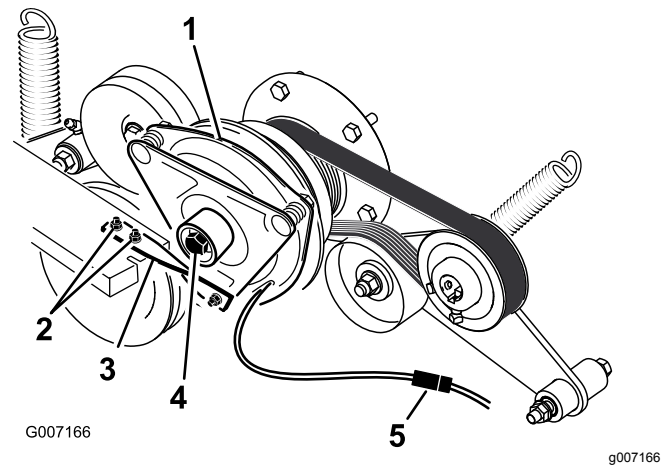

Figure 69
6. Débranchez la connexion électrique de l'embrayage (Figure 69).
7. Enlevez les 2 boulons qui fixent la barrette d'embrayage en caoutchouc au cadre du tablier de coupe (Figure 69).
8. Déposez le boulon central de fixation de l'embrayage à l'arbre du moteur, et déposez l'embrayage et la clavette (Figure 69).
15. Tout en maintenant le vilebrequin à l'arrière de la machine, posez le boulon central et serrez-le à 68 N·m (50 pi-lb) (Figure 69).
16. Fixez la barrette caoutchouc de l'embrayage sur le cadre de la tondeuse au moyen des 2 boulons et écrous retirés précédemment (Figure 69).
18. Branchez la connexion électrique de l'embrayage (Figure 69).